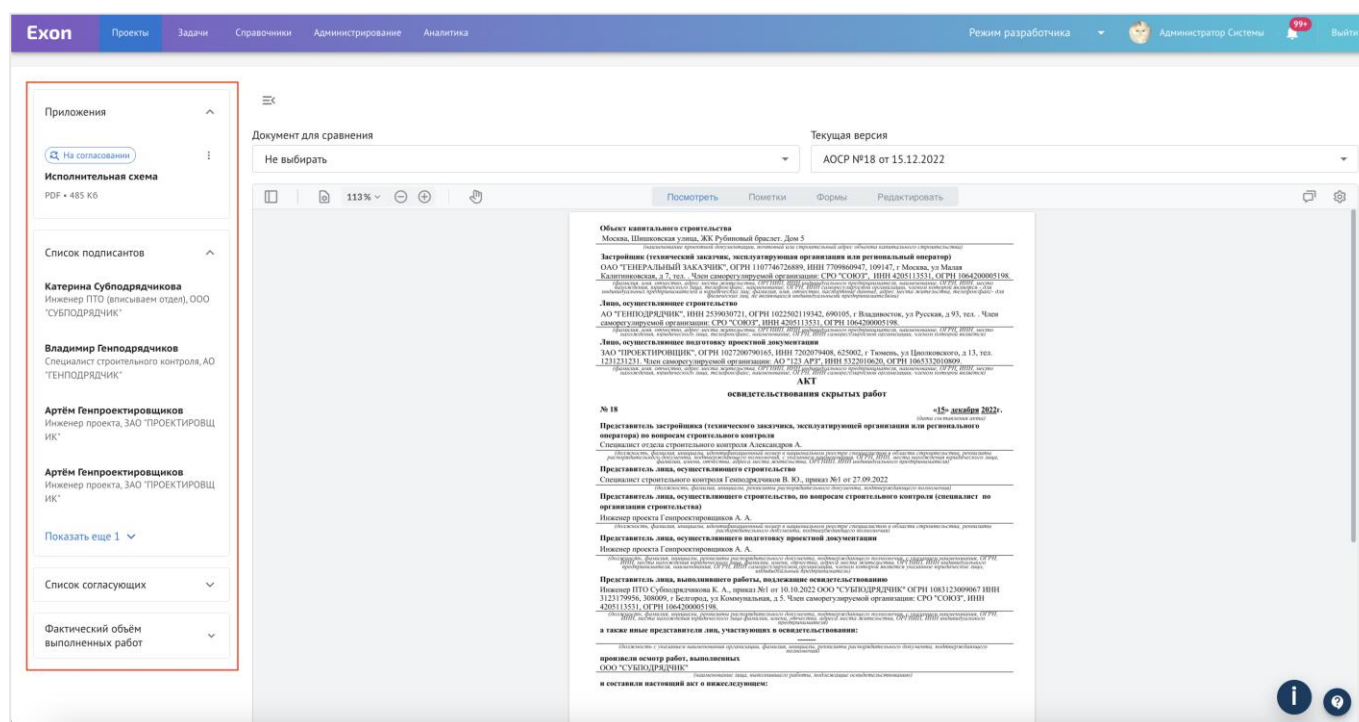

Рис. 69 – Режим просмотра акта
2. В левой части экрана можно ознакомиться с реестром приложений к акту, перечнем подписантов и согласующих, а также фактическим объемом выполненных работ (рис. 69);